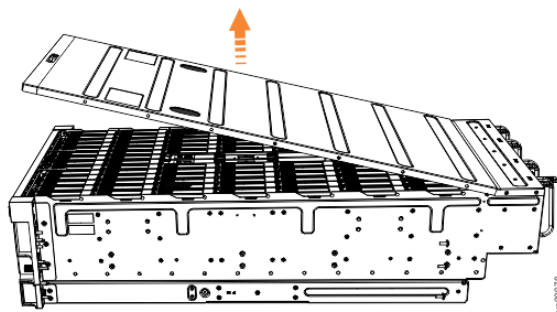

Figura 53. Removendo a tampa do gabinete de expansão 5U
3. Levante a tampa com cuidado, conforme mostrado em Figura 53 na página 56.